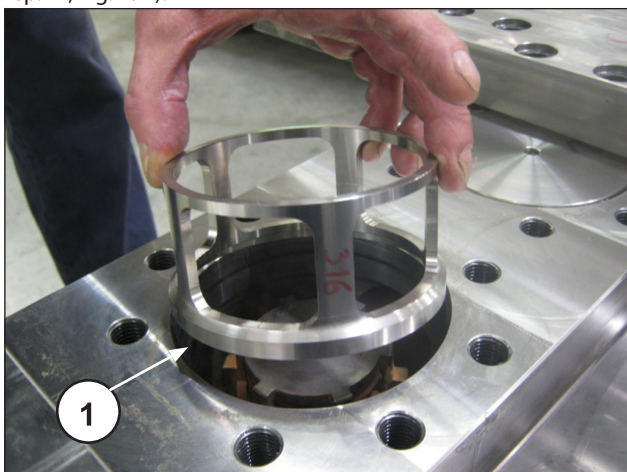
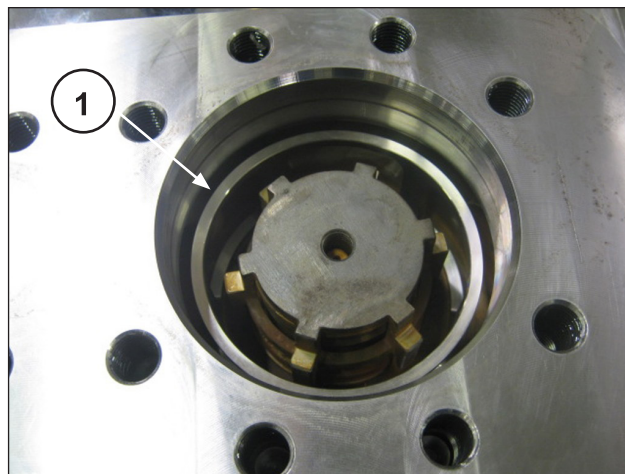

Fig. 190
Fig. 191
Placer l'entretoise soupape de refoulement (rep. ①, Fig. 190 et rep. ①, Fig. 191).